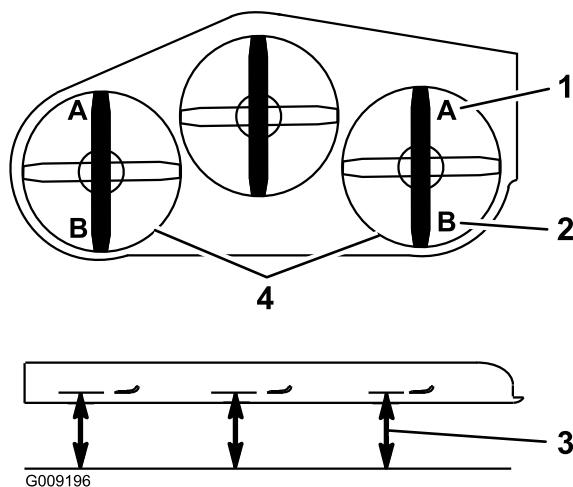

Figura 77
9. Su ambo i lati del piatto di taglio, misurate dalla superficie piana all'estremità anteriore della lama (posizione A), come illustrato nella Figura 77.
16. Su ambo i lati del piatto di taglio, misurate dalla superficie piana all'estremità posteriore della lama (posizione B), come illustrato nella Figura 77.